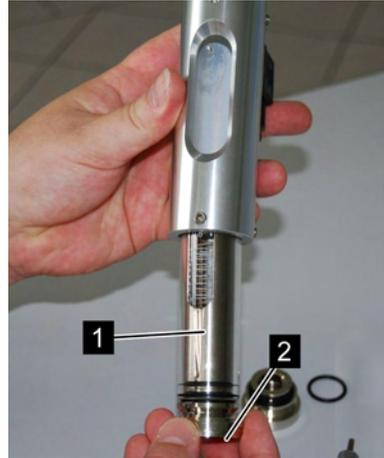

Abb. 38: Innenteile herausziehen
5. ➤ Innenteile (Abb. 38/1) des Gerätes (Schauglas, Schlitzdüse, Feder und Schwebekörper) als Einheit mit der Verschraubung (Eingang) (Abb. 38/2) vorsichtig von unten aus der Gerätehülse herausziehen